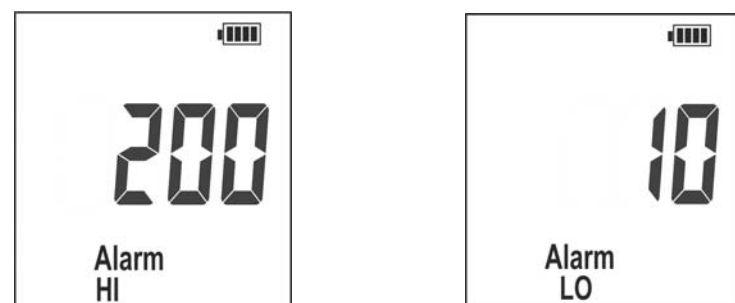

Abb. 11: Aktivierung der HIGH und LOW Alarmfunktion
17. Drücken Sie die J Taste zur Bestätigung der Einstellung der HIGH Alarmgrenze und zum Wandern zur LOW Grenze (siehe Abb. 11 – rechte Seite)